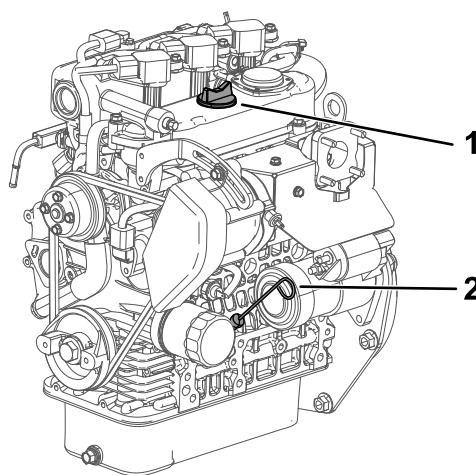

Figure 16
2. Retirez la jauge et essuyez-la sur un chiffon propre (Figure 16).
3. Remettez la jauge dans le tube en l'enfonçant complètement (Figure 16).
4. Ressortez la jauge et contrôlez le niveau d'huile (Figure 16).
5. Si le niveau est trop bas, enlevez le bouchon de remplissage (Figure 16) et ajoutez la quantité d'huile nécessaire pour amener le niveau au repère maximum sur la jauge.
6. Revissez la jauge solidement en place (**Figure 16**).